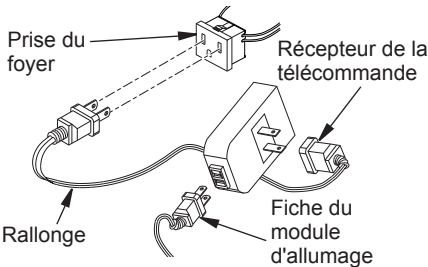

Figure 14 - Installation du récepteur de télécommande WRC
- Le récepteur du modèle WRC n'a pas besoin de pile. Le récepteur peut être installé en enfonçant la rallonge courte dans la prise du foyer. Raccordez le récepteur à la rallonge. Finalement, raccordez la fiche du module d'allumage au récepteur (voir figure 14).